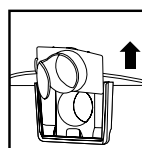

FIGURA 22
31. Retire el deflector de entrada de la guía del deflector. **NOTA:** Para poder retirar el deflector de entrada, antes hay que extraer la manguera. **FIGURA 22.**